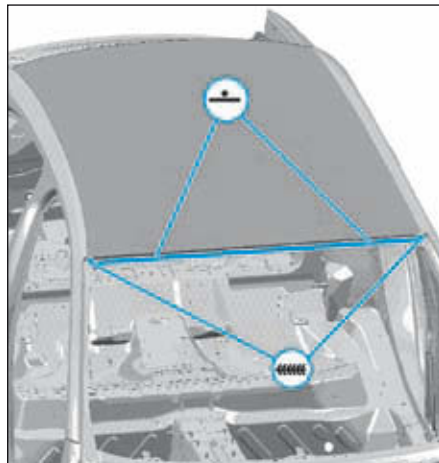
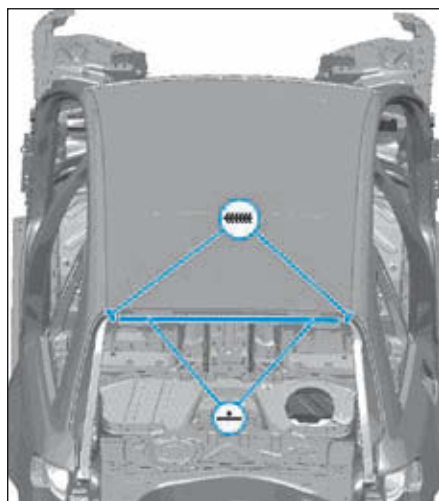

FIG.80
FIG.81
- Souder comme illustré (Fig.80) et (Fig.81).